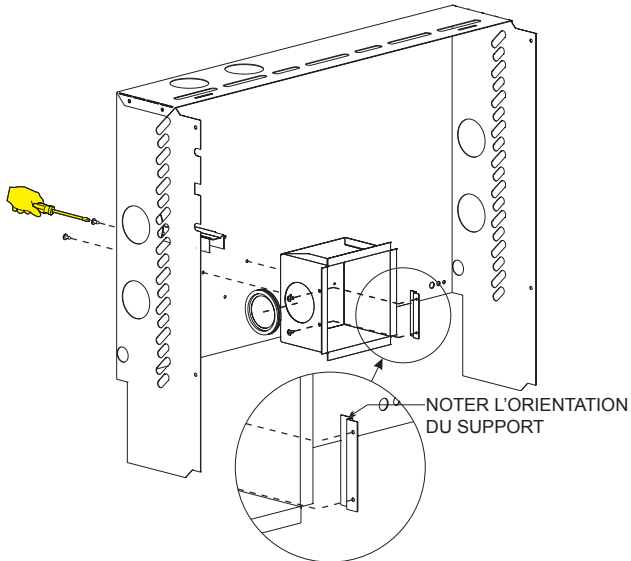

Figure 6
9. Pour une installation en configuration à ventilation directe, monter le support d'arrêt de tuyau sur l'intérieur du caisson d'air et poser le joint du connecteur d'admission bleu sur le caisson de transition. Fixer le caisson de transition sur le capot arrière à l'aide des deux vis à tête Phillips n° 8-18 x 1/2 fournies. S'assurer que l'orifice du caisson de transition est aligné sur la débouchure. **Voir Figure 6.**